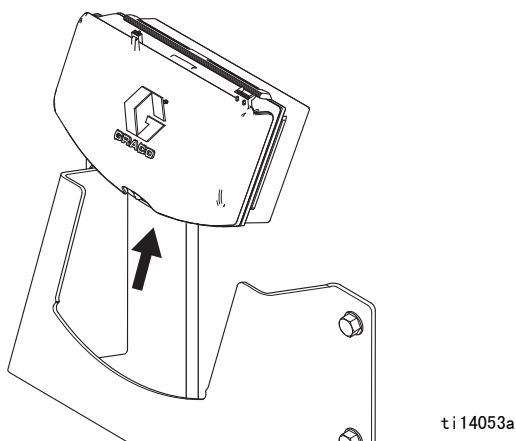

图 3. 取下 DataTrak
2. 从支架上取下 DataTrak 模块。见图 3。将组件拿到非危险场所。